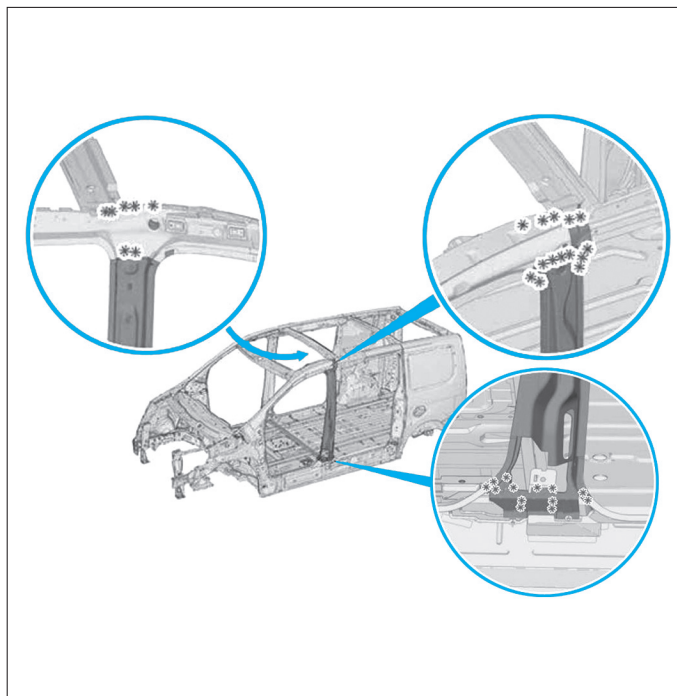

FIG. 61
- Déposer le renfort de pied avant (Fig.61).